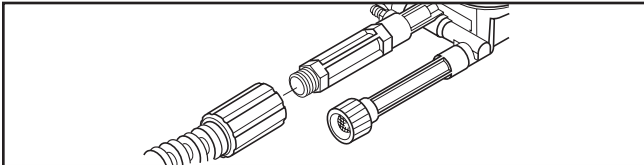

Figura 5 — Conectar la manguera de alta presión a la toma de agua
2. Conecte el otro extremo de la manguera a alta presión, a la salida de alta presión de la bomba (Figura 5). Apriete con la mano.